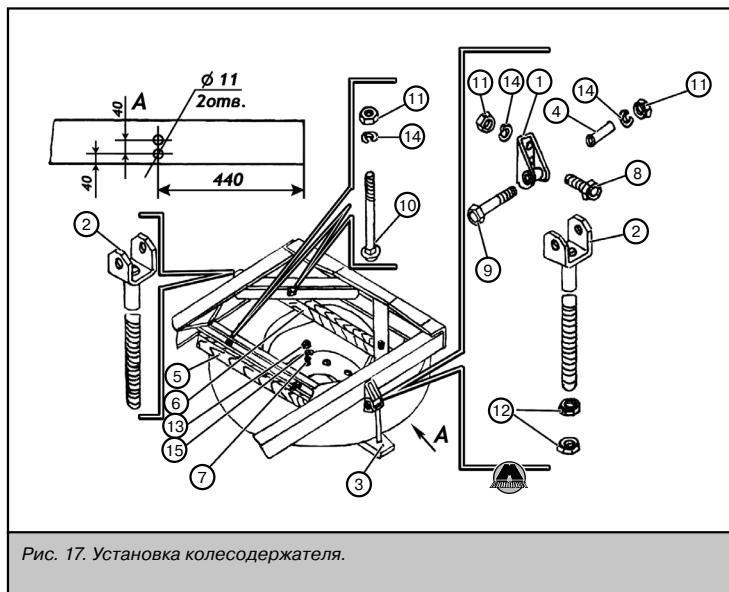

Рис. 17. Установка колесодержателя.
15. Монтаж держателя запасного колеса (рис. 17).